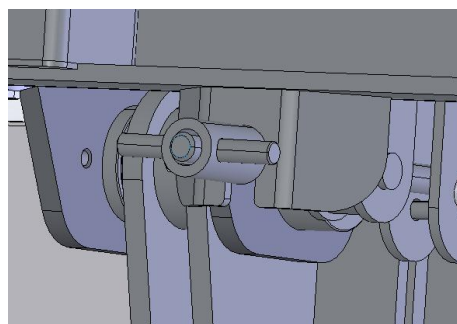

**Рисунок 6 – Фиксация и под-
- рычаг гидрораспределителя трактора поднятия (опускания) заднего борта перевести в положение опускания, опустить задний борт до положения при котором защелки фиксаторов закроются (рисунок 6).